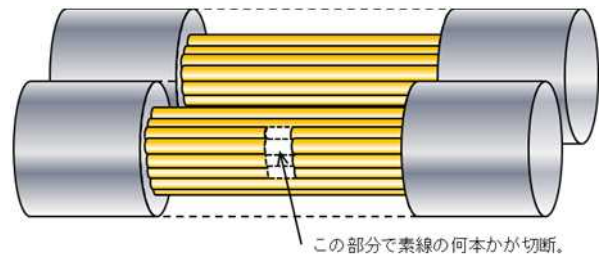

図2 素線が一部断線 (断線の初期)
- ② 使用中の屈曲や引っ張り等によって素線が数本切れた状態 (図2)